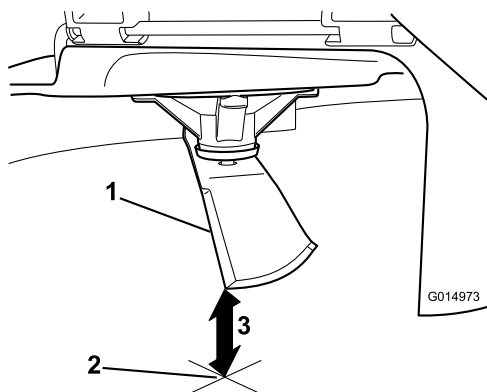

Figura 88
3. Mida desde la punta de la cuchilla hasta la superficie plana (Figura 88).